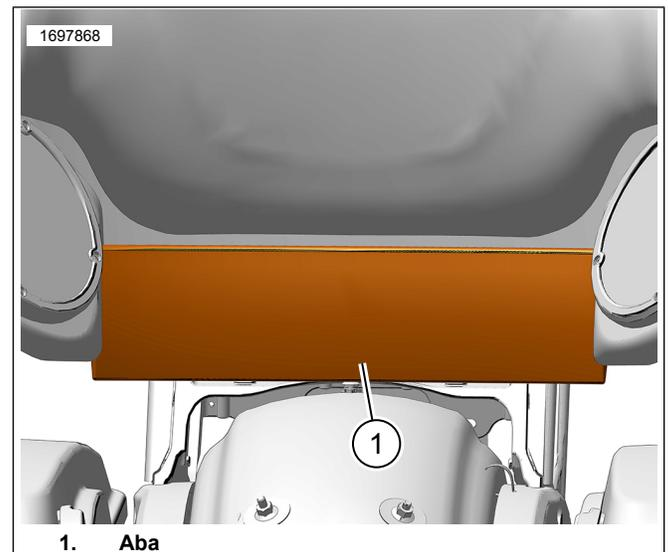

Figura 9. Aba
1. Ver a Figura 9. Levantar a aba (1) para ter acesso à área de montagem.